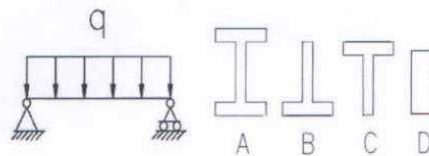

图 6
5. 如图 6 所示简支钢梁, 从梁的强度考虑在横截面面积相同的情况下, 截面形状合理者为_____。